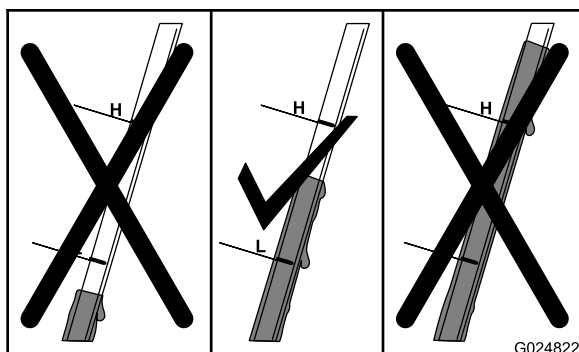

Figura 24
6. Leggete il livello dell'olio nell'asta (Figura 24).